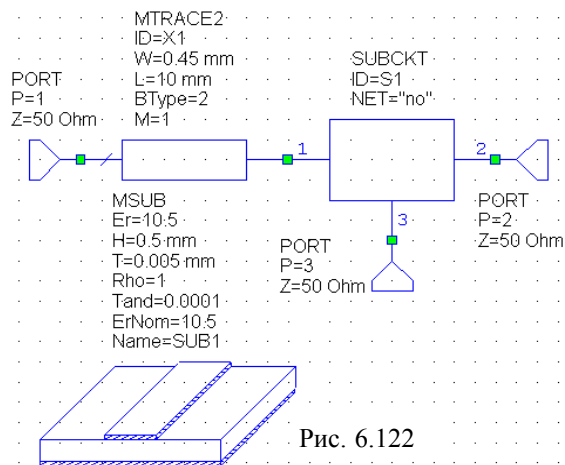

Рис. 6.122
- Щёлкните мышкой по значку **Port** на панели инструментов и подключите порт ко входу схемы. Аналогично подключите порты к узлам 2 и 3 подсхемы **no**, щёлкая правой кнопкой мышки, чтобы развернуть порты соответствующим образом. Должна получиться схема, показанная на рис. 6.122.